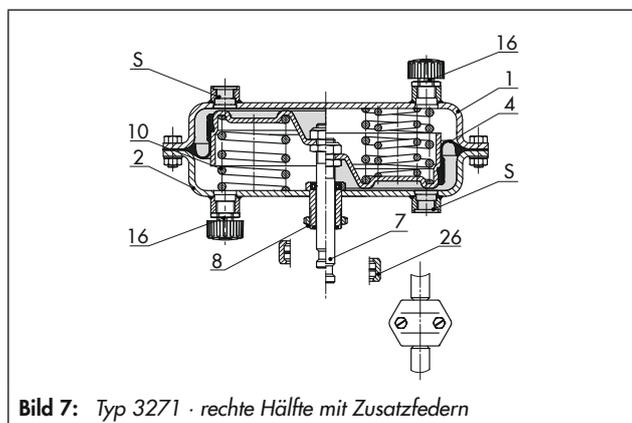

Bild 7: Typ 3271 · rechte Hälfte mit Zusatzfedern
**Legende zu Bild 7 bis Bild 14**